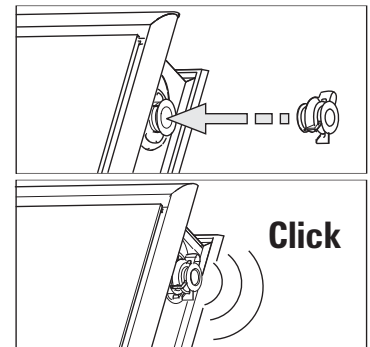

Figura 3-29 Introducir las tapas finales colector en el tubo de conexión
9. Colocar las tapas finales en los tubos de conexión del colector todavía abiertos hasta que encajen las garras de retención. (figura 3-29).